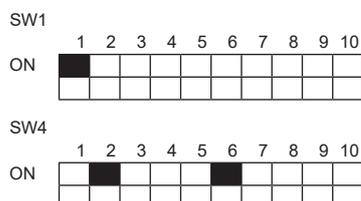

Fig. 2-2
2.4.3. Réglages du commutateur (Fig. 2-2)